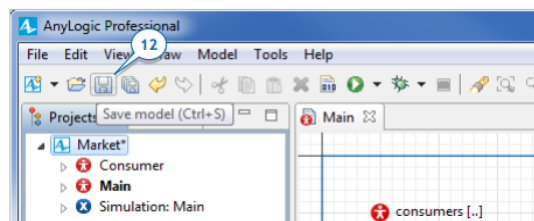

Рисунок 5.6 – Збереження моделі
12. У вікні *Projects* ви можете побачити зірочку біля елемента моделі, який показує, що ваша модель має незбережені зміни. На панелі інструментів натисніть *Save*, щоб зберегти модель (рис. 5.6).